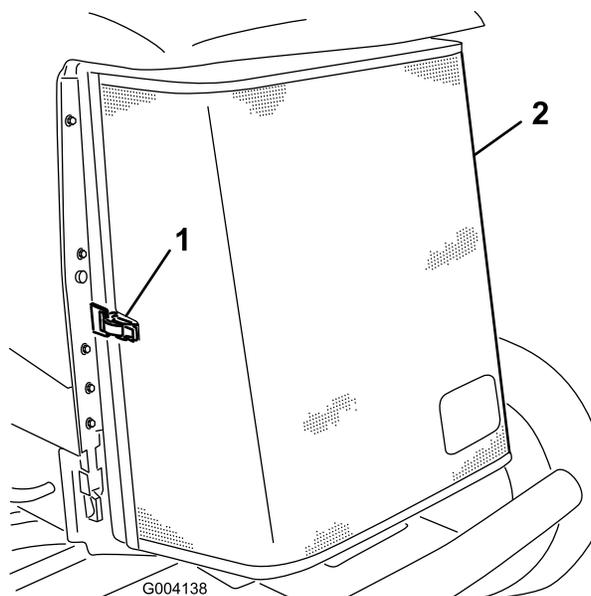

Figure 72
3. Déverrouillez l'attache et ouvrez la grille arrière (Figure 72).